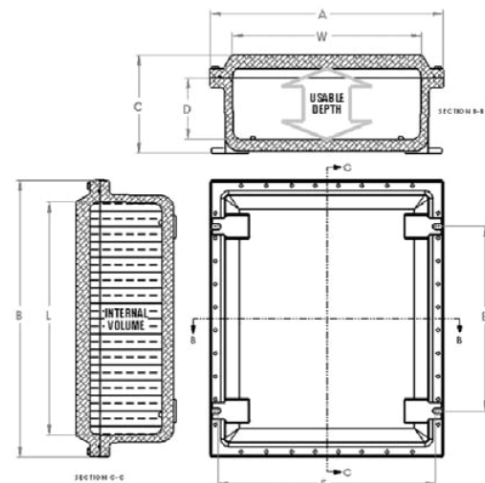

Figure 1
2. Sélectionnez un emplacement de montage offrant une rigidité et une solidité adéquates pour le soutien de tous les appareils de contrôle et le câblage connexe. La figure 1 montre toutes les dimensions de montage.